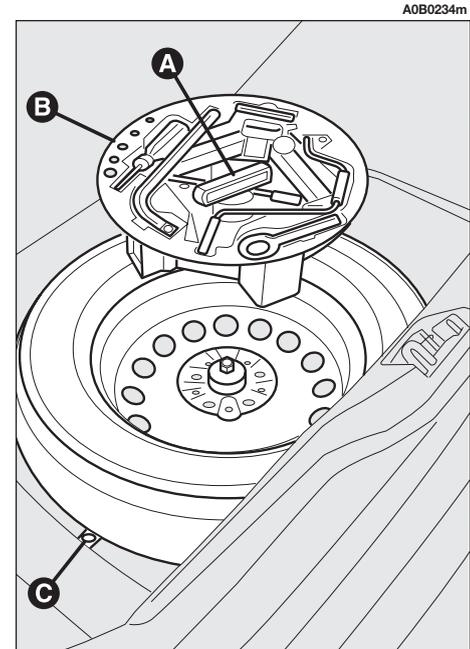

Abb. 2
– Die Blockiervorrichtung (Griff) **(A, Abb. 2)** losschrauben.
– Den Behälter mit den Werkzeugen in das Notrad legen und mit der Blockiervorrichtung (**A, Abb. 2**) sichern.